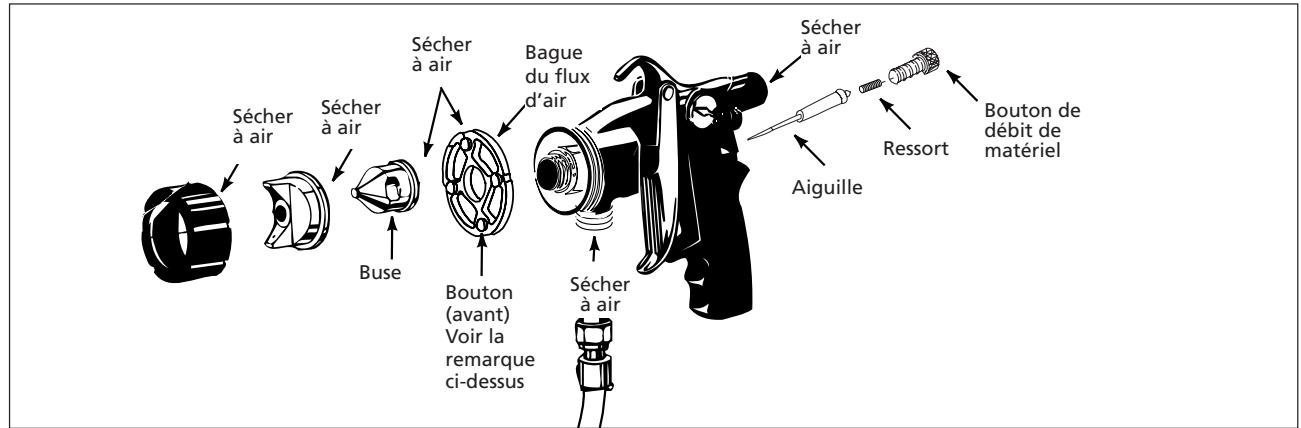

Figure 18 - Pièces pour sécher à air
5. Installer à nouveau, toutes les pièces en ordre inversée du démontage (Voir Figure 18). Toujours installer la buse avant d'installer l'aiguille pour éviter le dommage à l'aiguille.
6. Une fois que le pistolet et toutes les pièces sont complètement nettoyés, utiliser le tuyau de turbine pour faire sécher les pièces et leurs passages avant le remontage. Ceci empêche la contamination du matériel utilisé pendant le prochain usage du modèle et empêche l'oxydation des pièces internes du pistolet (Voir Figure 18).
Les quatre boutons élevés sur la bague de flux d'air doivent être montés face en avant (vers la buse). (Voir Figure 18).